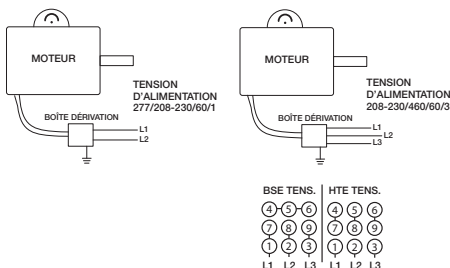

Figure 5 — Schéma de câblage typique
- En l'absence de fiche, raccorder l'alimentation conformément au NEC et tous les codes locaux. Voir les schémas de câblage à la Figure 5.